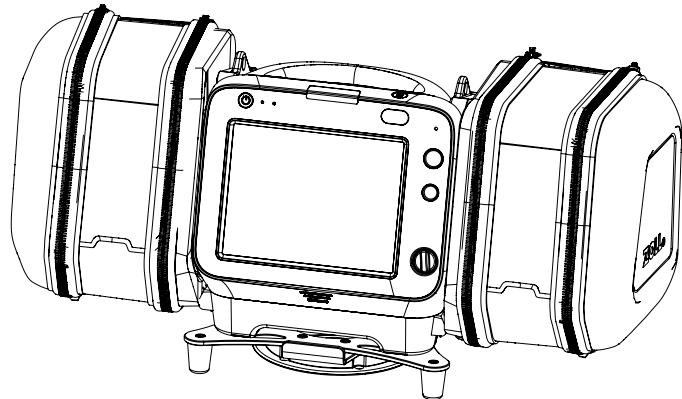

Figure 15: Moniteur/défibrillateur ZOLL Zenix installé sur le Bracket Pro Serie 27 – FL
7. Retourner l'appareil médical (Figure 15 A et Figure 15 B). Consulter la documentation de l'utilisateur de l'appareil médical au besoin.